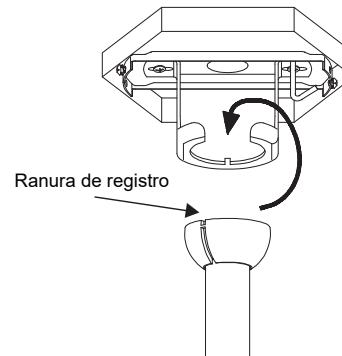

Fig. 7
**Paso 7.** Coloque la bola del vástago de extensión en el casquillo del montaje colgante (**Fig 7**).
Gire el ensamblaje completo hasta que la "pestaña de verificación" haya caído en la "ranura de registro" y se haya asentado con firmeza. (**Fig. 7**)